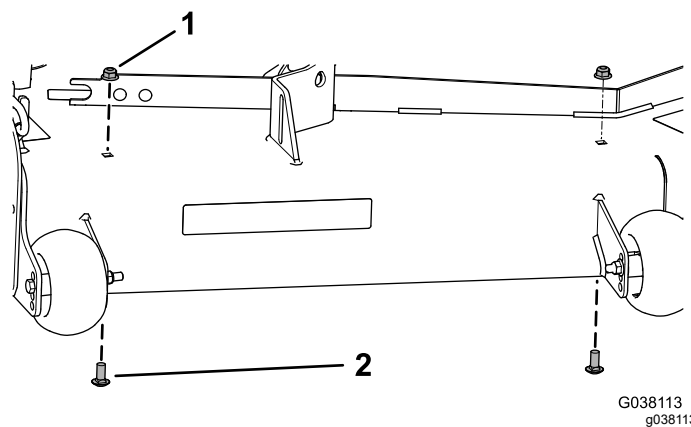

Figura 23
1. Rimuovete i 2 dadi flangiati preesistenti (3/8") e i 2 bulloni a testa tonda (3/8" x 7/8") dal piatto di taglio (Figura 23).